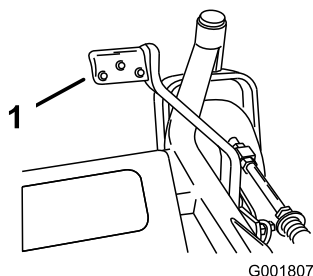

Figura 29
2. Carregue na alavanca de assistência da elevação enquanto puxa a alavanca da altura de corte para cima (Figura 29).